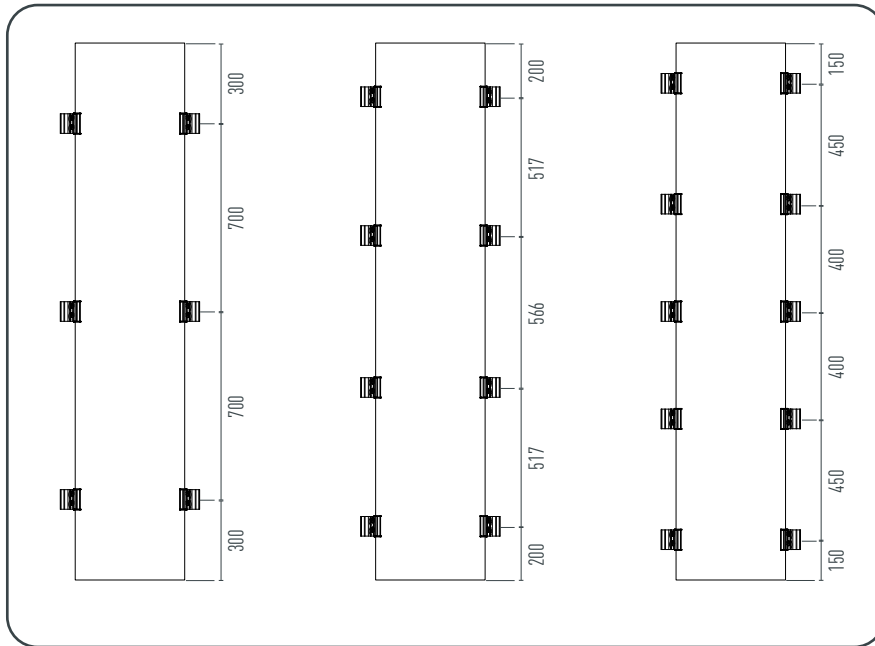

Fig. 6 • Posizionamento dei morsetti
- Collegamento dei connettori/delle prese solari (Fig. 6).
- Carteggiare le superfici di incollaggio (Fig. 6)